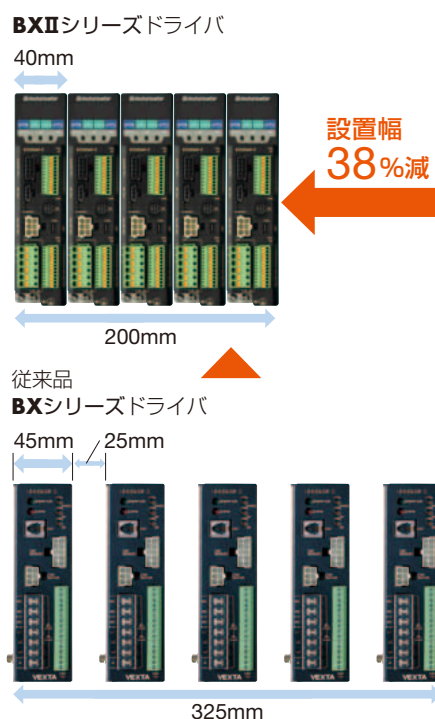

図2 設置スペースの比較
**BXII**シリーズのドライバは、パワー素子の損失低減、放熱構造の改善、部品配置の見直しにより(1)、従来品よりも薄型にしました。また、複数のドライバを密着して取り付けることが可能になり、従来品よりも同じ設置スペースで軸数を増やすことが可能です。これにより、設備や制御盤の小型化に貢献できます（図2参照）。